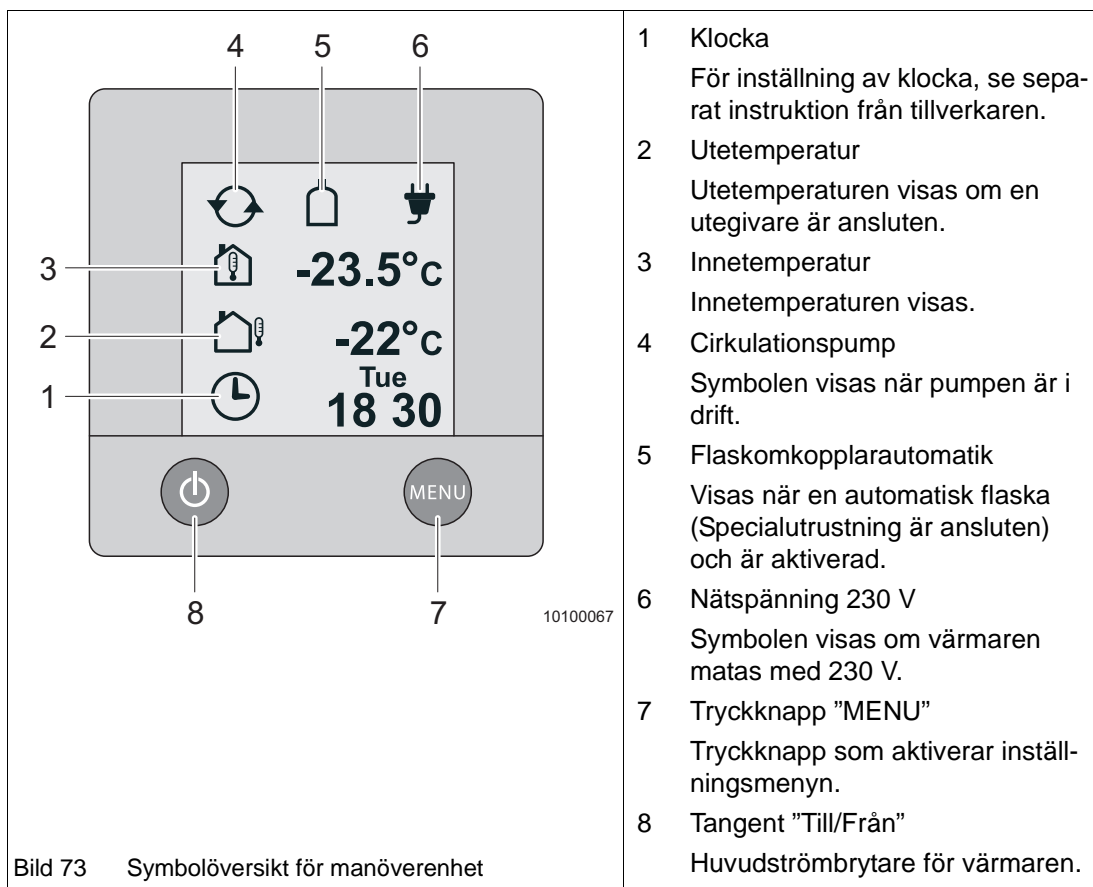

Bild 73 Symbolöversikt för manöverenhet
- Återställ genom att stänga av och sätta på apparaten med Till/Från-tangent (Bild 73/8).
För att ställa in driftsätt eller temperatur, tryck på tangenten "MENU" (Bild 73/7). Vid tryckning på menytangenter tänds bakgrundsbelysningen och de funktioner som kan ställas in visas.